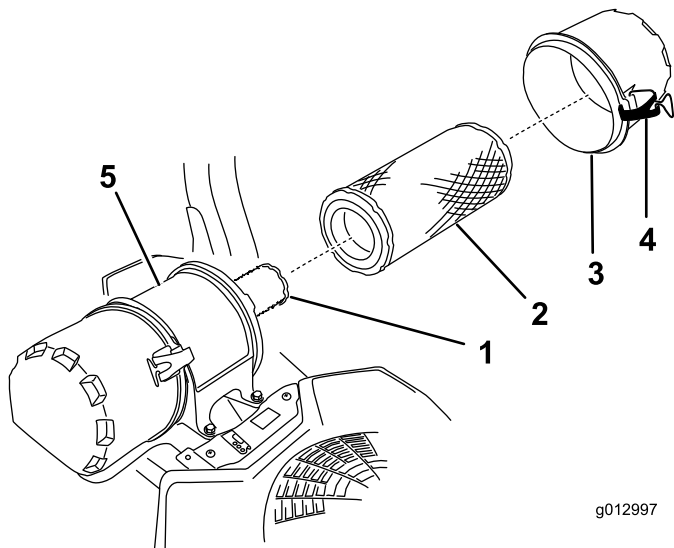

Figure 38
6. Ouvrez les dispositifs de verrouillage du filtre à air et détachez le couvercle du boîtier du filtre (Figure 38).
8. Sortez le préfiltre du boîtier du filtre avec précaution (Figure 38).
2. Si vous remplacez l'élément de sécurité, glissez-le avec précaution dans le boîtier du filtre (Figure 38).
3. Placez ensuite le préfiltre sur l'élément de sécurité avec le même soin (Figure 38).
4. Remettez en place et verrouillez le couvercle du filtre à air (Figure 38).